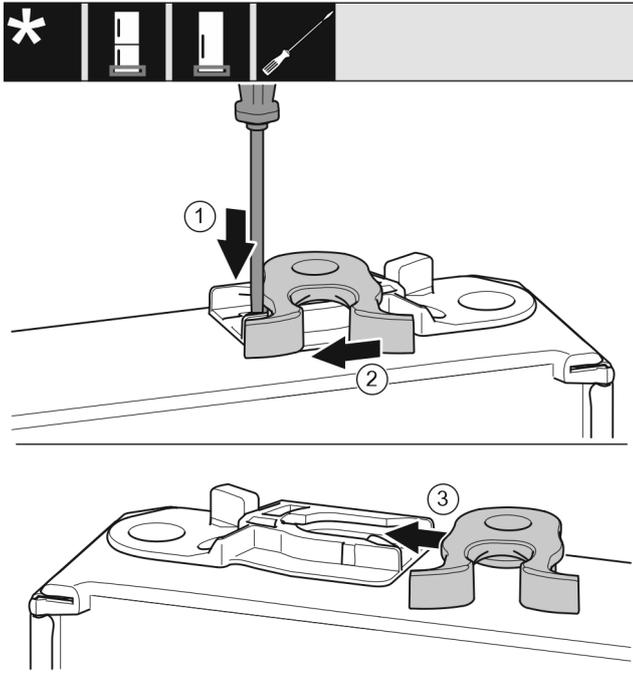

Fig. 39 *
- ▶ Lasche Fig. 39 (1) mit Schlitzschraubendreher nach unten drücken.*
- ▶ Schließhaken Fig. 39 (2) aus Führung ziehen.*
- ▶ Schließhaken Fig. 39 (3) auf anderer Seite in Führung schieben.*